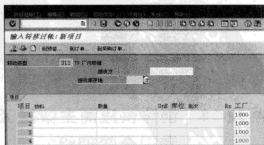

图 15-31 “输入转移过账新项目”界面
STEP 2 输入“移动类型”、“工厂”、“库存地点”。其中“移动类型”选择“311”,然后回车,弹出“输入转移过账:新项目”界面,在“接收库存地”字段中输入 B 库位即可,如图 15-31 所示。